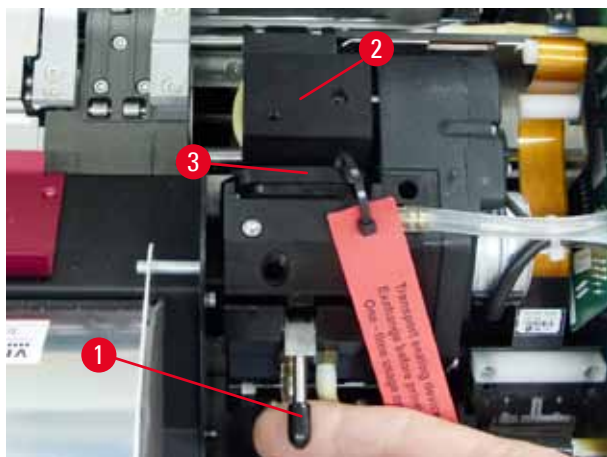

Fig. 30
4. La testina di stampa (→ "Fig. 30-2") si sposta verso l'alto a ca. 1 cm dalla guarnizione a labbro (→ "Fig. 30").